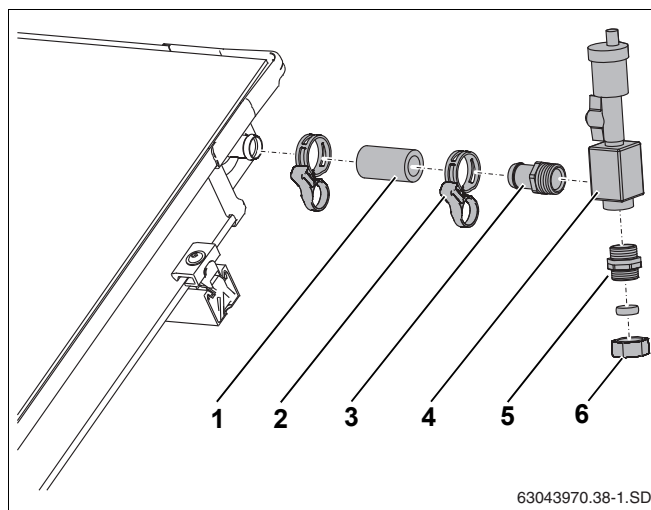

Рис. 60 Подключение воздушного клапана на крыше
- ▶ Надеть короткий шланг (55 мм, рис. 60, поз. 1) на штуцер подключения подающей линии коллектора и зажать пружинным хомутом.
- ▶ Завернуть наконечник $R\frac{3}{4}$ с кольцом (рис. 60, поз. 3) в воздухосборник (рис. 60, поз. 4).
- ▶ Вставить наконечник (рис. 60, поз. 3) до упора в шланг и зажать пружинным хомутом (рис. 60, поз. 2).
- ▶ Завернуть двойной ниппель с кольцом (рис. 60, поз. 5) в воздухосборник.
- ▶ Подсоединить сборную линию к резьбовому соединению с зажимным кольцом (18 мм) (рис. 60, поз. 6).